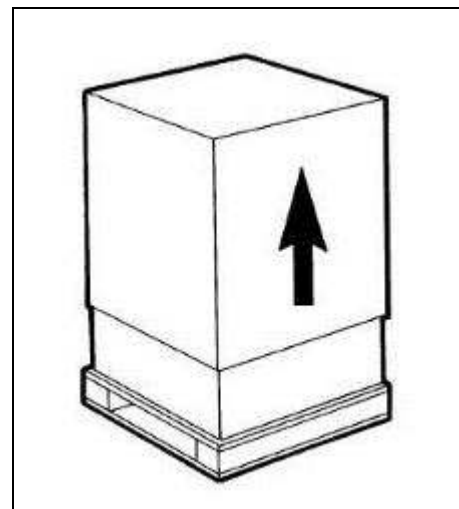

Abb. 23
a) **Alle Verpackungsteile für die Winter-Einlagerung** aufbewahren und sicherstellen, dass das Gerät in einwandfreiem Zustand ist (Abb.23).